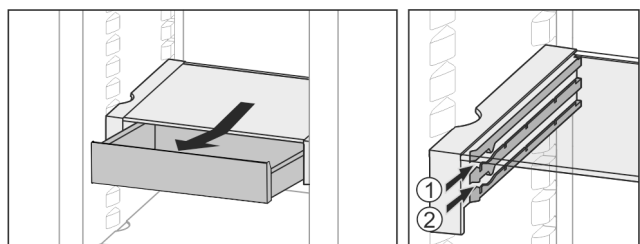

Fig. 27
- ▶ На любой высоте Fig. 27 (1) или Fig. 27 (2) вставить.